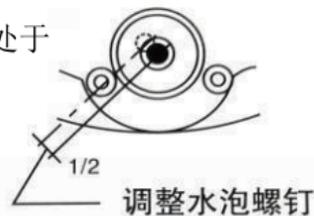

图 11
- b. 用内六角扳手调整水泡螺钉，使水泡移至中心。(图 11)
- (3) 重复上述步骤，直至望远镜转至任何方向时圆水准泡始终处于中心。